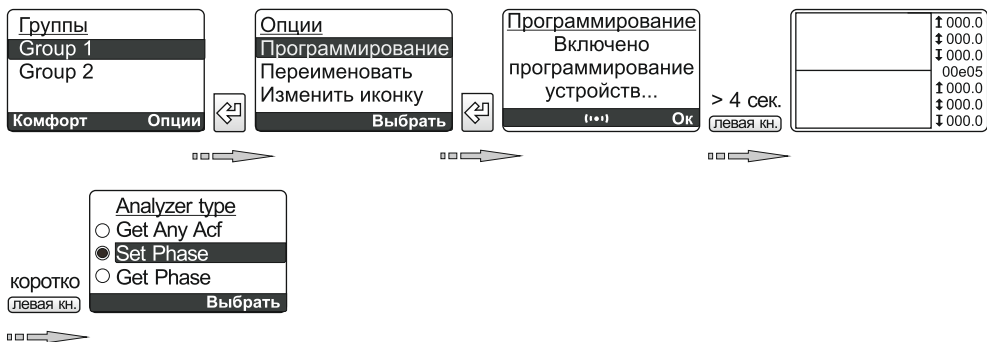

Рисунок 49 Включение центрального пульта1 Nero II 8450-50M в режим анализатора сети для определения уровня КФ и «фаз»
- Ввести центральный пульт1 Nero II 8450-50M в режим анализатора сети и выбрать пункт «Set phase» (см. рис. 49): выбрать пункт «Группы» - выбрать «Опции» - выбрать «Программирование» - нажать левую многофункциональную кнопку > 4 сек. - коротко нажать левую многофункциональную кнопку - выбрать пункт «Set phase».
Центральный пульт1 Nero II 8450-50M остается в режиме анализатора сети с выбранным пунктом «Set phase» (см. рис. 49).